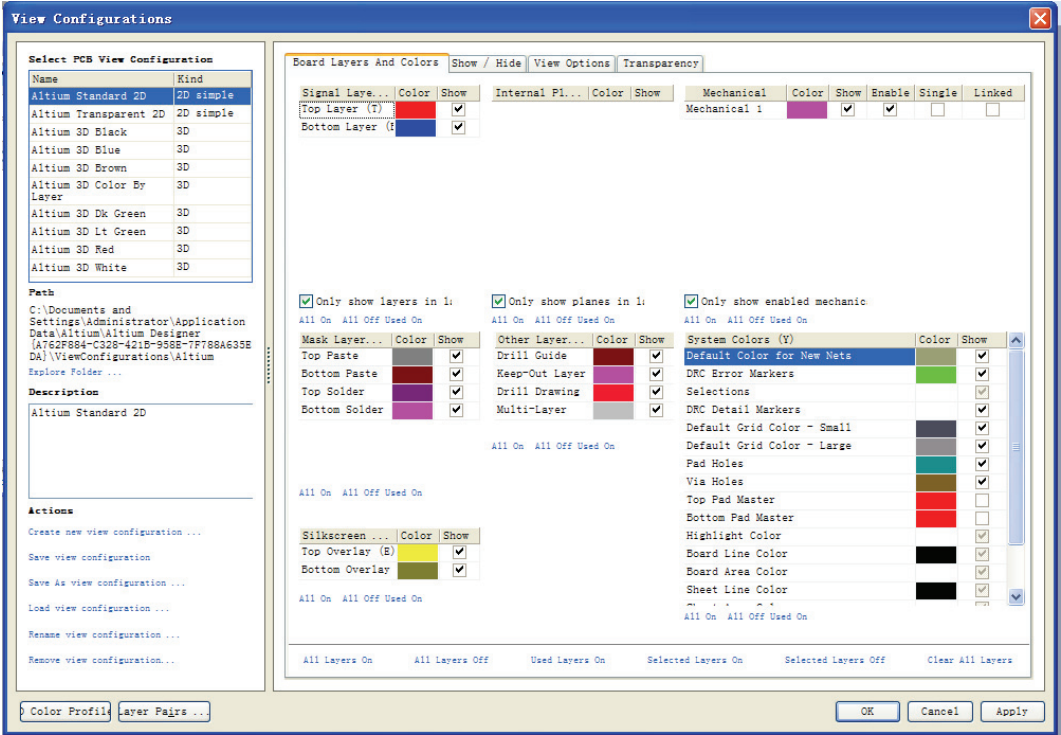
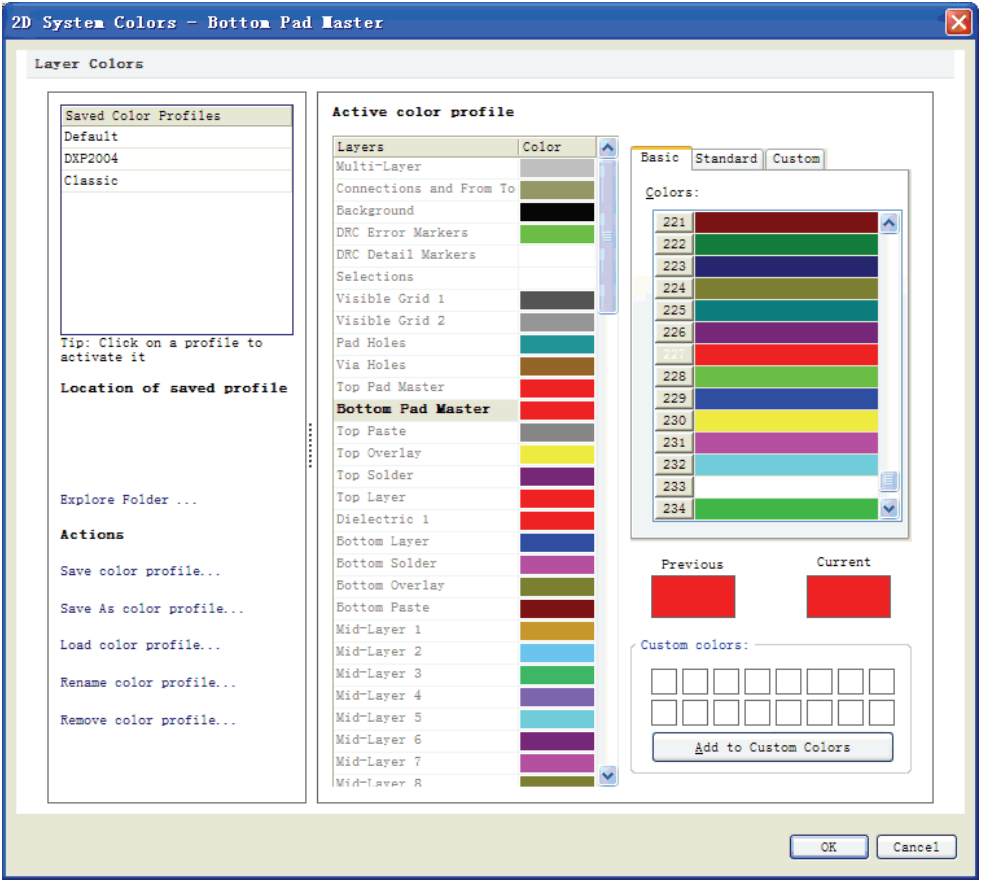

图 9-34 PCB 编辑窗口配置对话框
图 9-35 显示颜色设置对话框
执行菜单命令【Design】→【Board Layers & Colors】，弹出 PCB 编辑窗口配置对话框，如图 9-34 所示。
(3) 各层显示颜色的设置：观察图 9-34 可知，每层层名的右侧都有一个颜色框，单击颜色框，即可弹出如图 9-35 所示的显示颜色设置对话框，选中某一合适颜色，单击 按钮确认后，即可达到设置相应工作层颜色的目的。